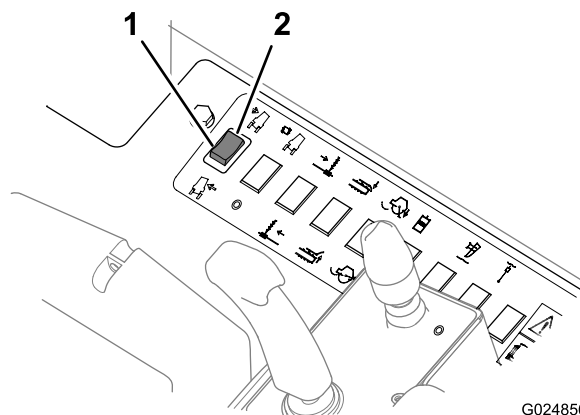

Figura 46
- Spingete la parte superiore di questo interruttore verso il basso (Figura 46) per inclinare la macchina a destra sui terreni inclinati.
- Spingete la parte inferiore di questo interruttore verso il basso (Figura 46) per inclinare la macchina a sinistra sui terreni inclinati.